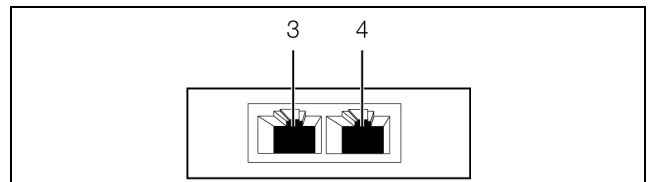

Abb. 8: Rückseite des Temperatursensors
- Verbinden Sie den Temperatursensor über ein CAN-Bus-Verbindungskabel mit einer CAN-Bus-Schnittstelle der CMC III Processing Unit bzw. der benachbarten Komponente im CAN-Bus (Abb. 8, Pos. 3).
- Schließen Sie ggf. an der zweiten, freien CAN-Bus-Schnittstelle des Temperatursensors (Abb. 8, Pos. 4)